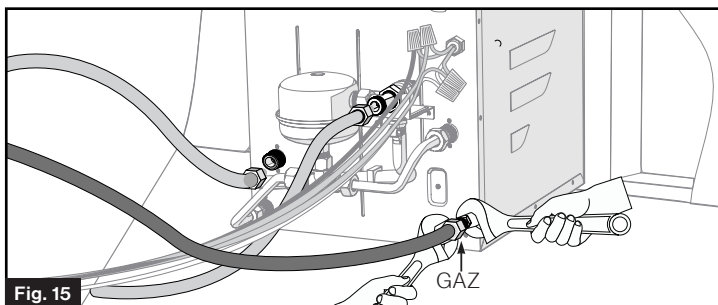

Fig. 15
- Raccordez la conduite de gaz au raccord évasé à gaz de $\frac{3}{8}$ po à l'arrière de l'appareil. Utilisez deux clés afin de serrer le raccord de compression. Évitez d'endommager l'appareil en serrant trop fort. (Fig. 15)